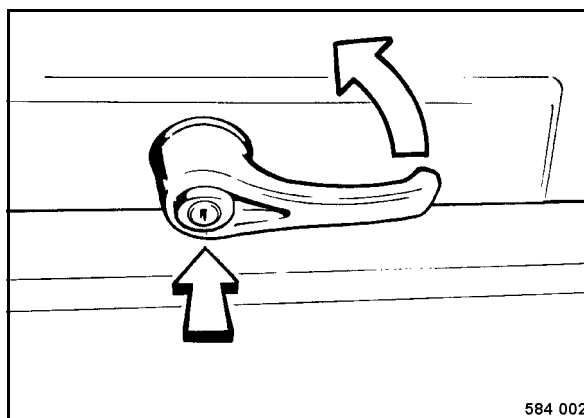

Fig. 56
- Abrir el mecanismo de enclavamiento (Fig. 56).